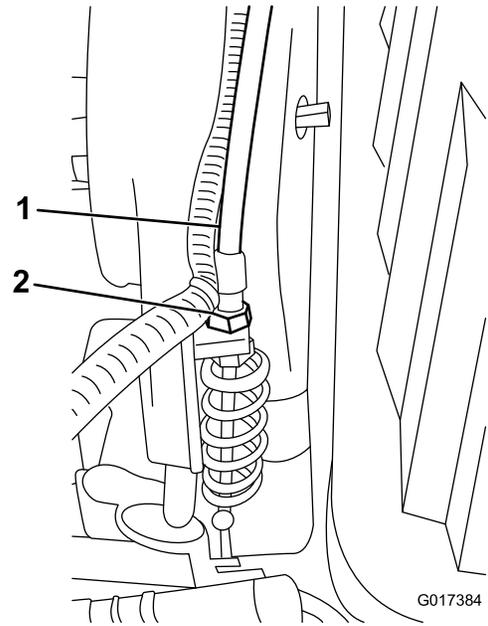

Figura 46
3. Sulla paratia di trasmissione, regolate il cavo di comando del cilindro (Figura 46) in modo da raggiungere la lunghezza della molla di 70,6-72,4 mm.